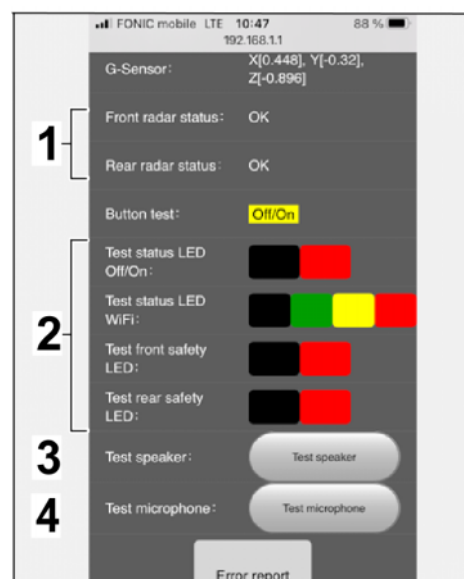

Bild 27
6.3 Anzeige Radar Status, Testmöglichkeiten LED Leuchten, Lautsprecher und Mikrofon (⇒ Bild 27)